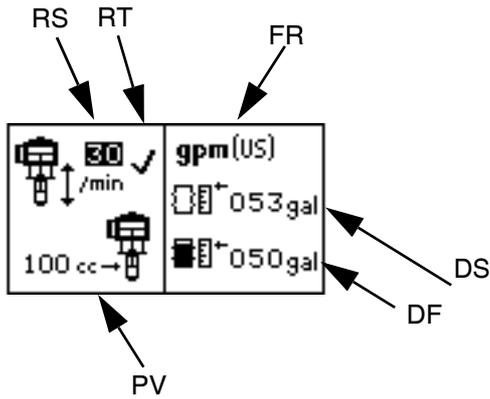

Abb. 22: Einrichtungsbildschirm 1
Im Einrichtungsbildschirm 1 können Sie die Trockenlaufzyklusrate (RS) festlegen, den Trockenlaufschutz (RT) aktivieren/deaktivieren, das Pumpenvolumen pro Doppelhub (PV) auswählen, die Maßeinheiten für die Fördermenge (FR) auswählen, die Behältergröße (DS) eingeben und das Behälterfüllvolumen (DF) eingeben. Siehe ABB. 22.
Wenn der Trockenlaufschutz (RT) aktiviert ist, wird im Einrichtungsbildschirm ein  angezeigt. Siehe ABB. 22.
Wenn Sie die Trockenlaufüberwachung deaktivieren möchten, wechseln Sie in den Einrichtungsmodus und setzen Sie den Trockenlaufwert auf 0 (Null) oder schalten Sie (RT) aus. Siehe ABB. 22.